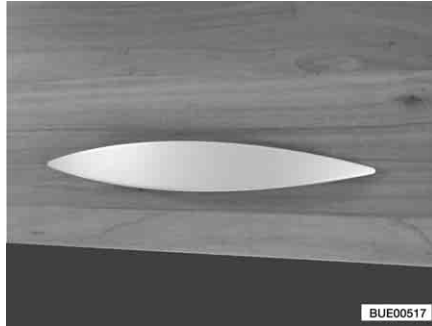

Bild 41 Möbelklappe mit Griff (Beispiel)
- Am Griff (Bild 41) ziehen, bis Möbelklappe offen ist.